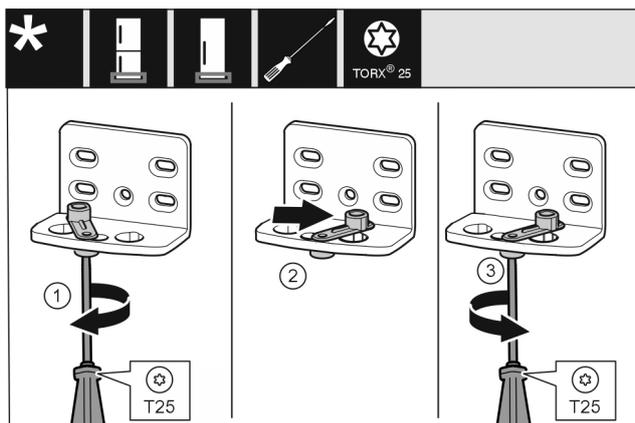

Fig. 16
- ▶ Schraube Fig. 16 (1) mit Schraubendreher lose schrauben.
- ▶ Türschließhilfe Fig. 16 (2) anheben und um 90° nach rechts in Bohrung drehen.
- ▶ Schraube Fig. 16 (3) mit Schraubendreher festschrauben.